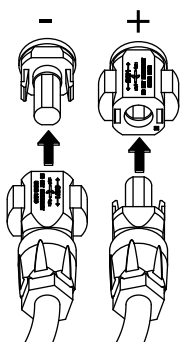

Fig. 31: Collegamento della stringa FV
6. Inserire i connettori femmina e i connettori maschi dei cavi DC nell'inverter. **Fig. 31**